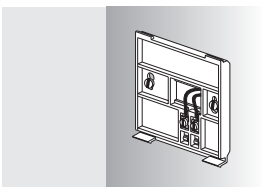

Figura 5-5
1. Conecte los cables al soporte de montaje, apretándolos fuerte detrás de los bornes en el soporte de montaje (véase figura 5-5). **Es irrelevante, cuál de los cables se conecta a qué borne.**